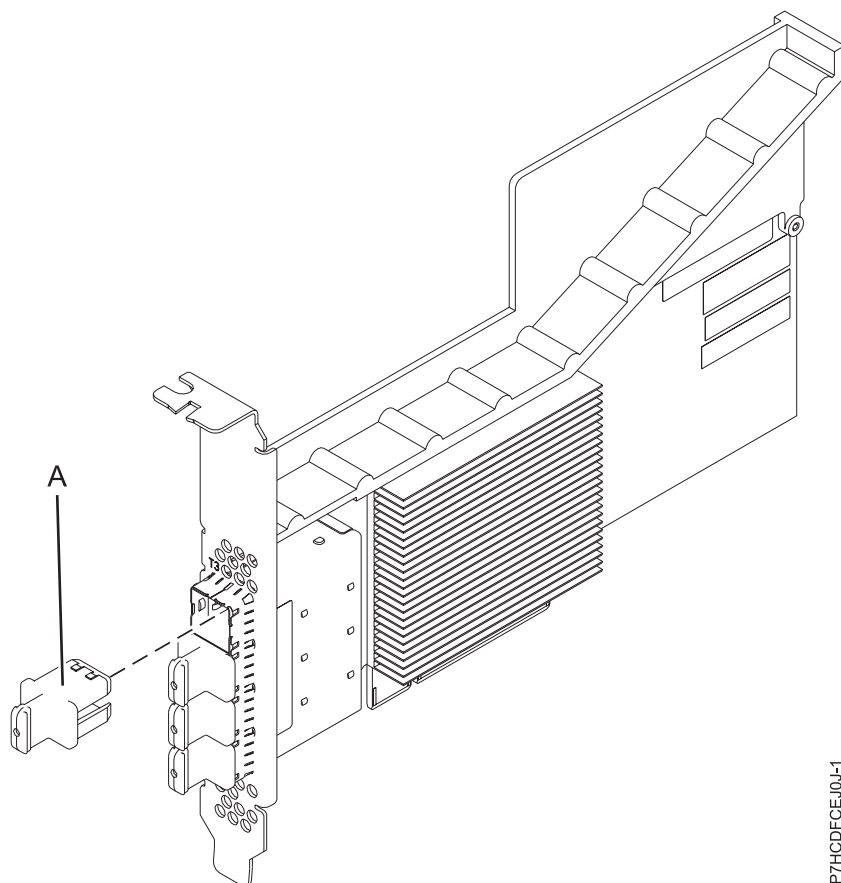

Figura 18. Adaptador de porta PCIe3 4 x8 SAS
O adaptador de porta PCIe3 4 x8 SAS é um adaptador PCI Express PCIe, de terceira geração, RAID SAS que possui um low profile, fator de forma curto, mas oferecido para instalação full height. O adaptador é usado em aplicativos serial attached SCSI (SAS) de alto desempenho e alta densidade. Ele suporta a conexão de DVD SAS ou fita SAS usando quatro mini conectores SAS x4 de alta densidade (HD) que permitem que os links físicos sejam usados em várias configurações de portas estreitas e amplas. A conexão de fita SAS é suportada somente em uma configuração de adaptador único e não pode ser combinada com o disco SAS no mesmo adaptador. O adaptador não possui cache de gravação. Figura 18 na página 46 mostra o adaptador de porta PCIe3 4 x8 SAS.
O Figura 18 mostra o adaptador.O plugue do conector (A) está instalado em uma porta vazia e evita danos a essa porta sempre que um cabo para os conectores de porta adjacente é plugado ou removido.